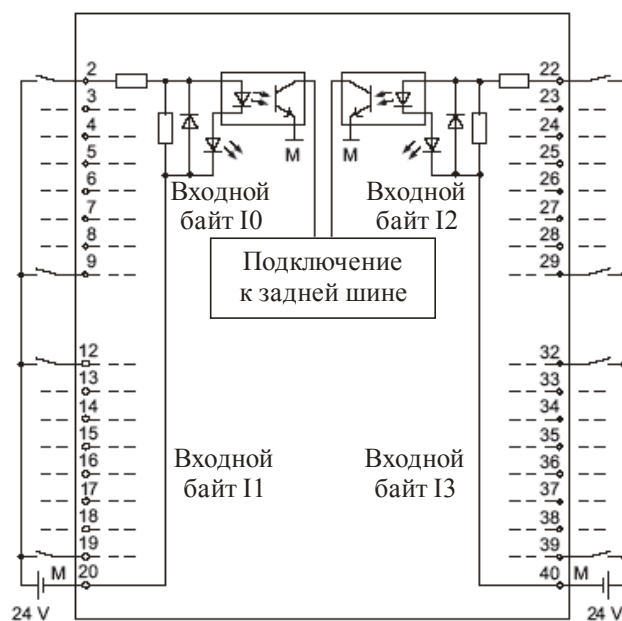

Рис. 1.2. Принципиальная схема цифрового модуля ввода SM321 DI32xDC24V
**Модуль ввода дискретных (цифровых) сигналов SM321** имеет четыре входных байта с адресами I0...I3 (рис. 1.2). В работе используются только входные байты I0 и I1.